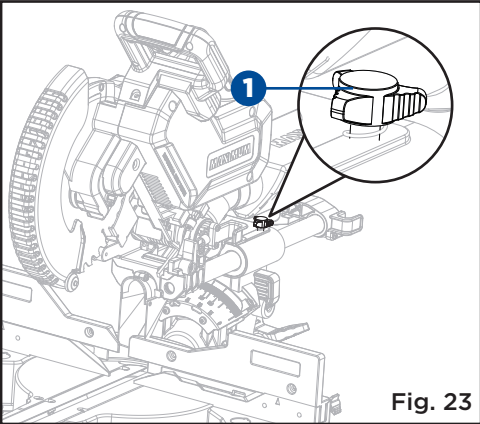

Fig. 23
**FAIRE COULISSER LA TÊTE DE COUPE (Fig. 23)**
- Pour la coupe de petites pièces à travailler, faites coulisser la tête de scie complètement vers l'arrière de l'outil, puis serrez la molette de verrouillage des barres coulissantes (1).